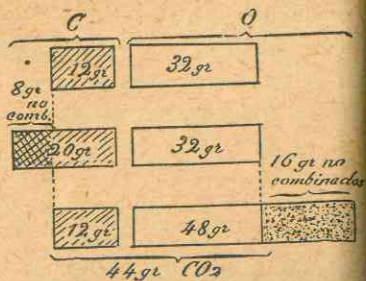

Fig. 53. - Ley de Proust
Ejemplo: para obtener anhídrido carbónico CO₂, 12 gramos de Carbono (C), se unirán siempre a 32 grs. de oxígeno (O), para dar 44 grs. de CO₂ (fig. 53).